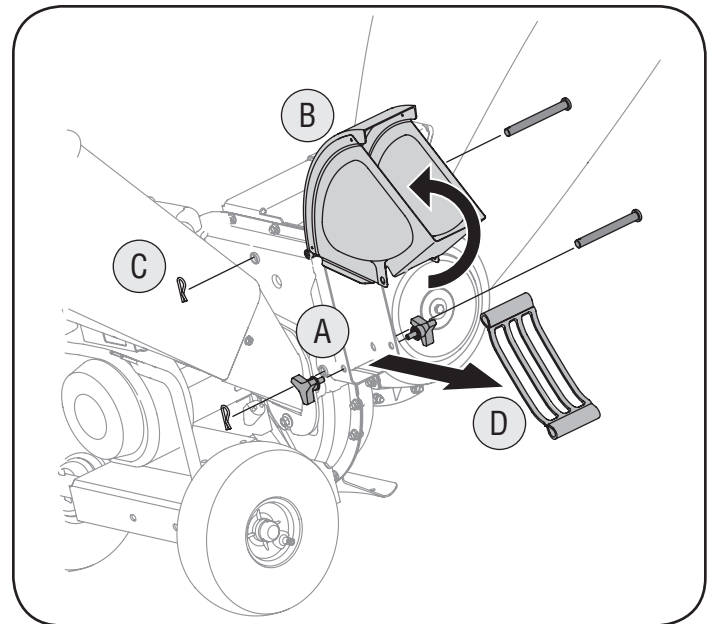

Figure 14
3. Retire la bolsa y dos perillas a mariposa a cada lado del canal deflector. Vea la Figure 14.